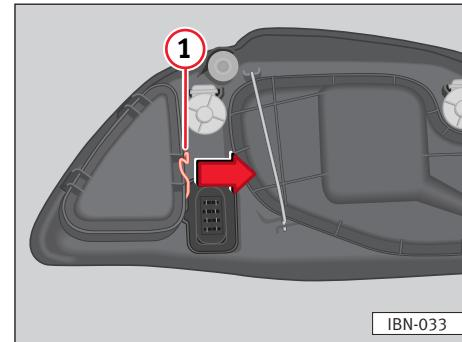

Fig. 150
- Desplazar el tirante ⇒ **fig. 150 ①** en el sentido de la flecha y retirar la tapa.